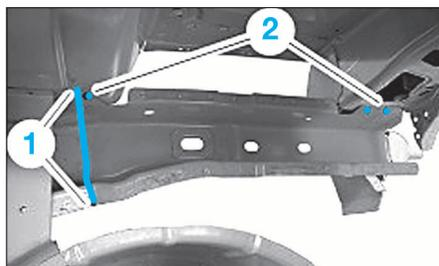
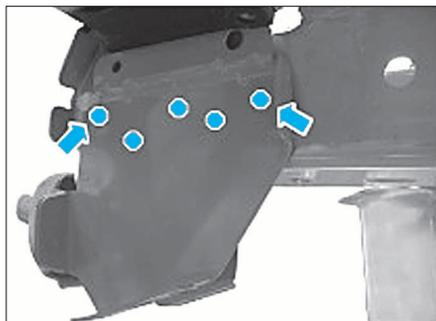

FIG. 104
FIG. 107
- Découper selon la ligne de coupe (1) (Fig.104).
- Souder en cordon continu (1) (Fig.104).
- Souder par résistance par points (2).
- Souder par bouchonnage le dispositif de remorquage (Fig.107 et 108).